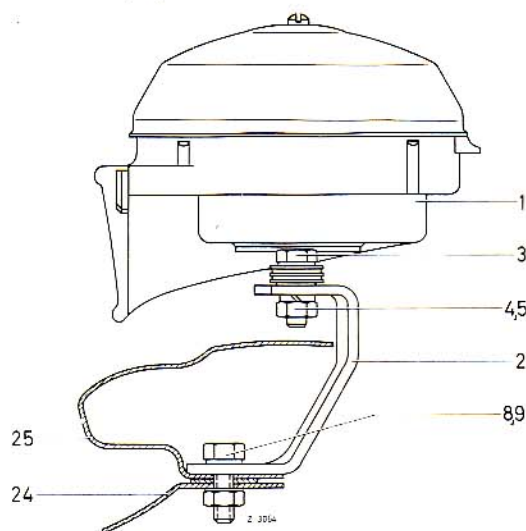

Bild 54-2/4
- Perforiertes Loch in der Abdämpfung ca. 100 mm rechts neben der Hauptsicherungs-dose ausbrechen und Gummitülle (15) bzw. (21) – entfällt bei den Typen 250 S bis 300 SEL/8 – einsetzen (Bild 54-2/7).
- Zusatzleitungssatz (12) bzw. (15) am linken Radlaufblech entlang dem Hauptleitungssatz verlegen und mit dem Kabelband (20) am Hauptleitungssatz befestigen. Anschließend Zusatzleitungssatz durch die Gummitülle (15) bzw. (21) ziehen (Bild 54-2/7).